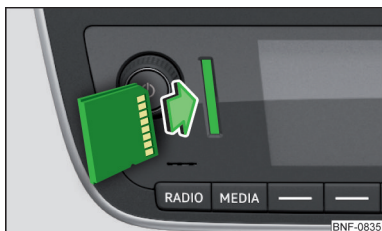

Fig. 107
- ▶ **Inserire** la scheda SD nell'alloggiamento in direzione della freccia, con l'angolo smussato verso l'alto, finché non si "innesca" » fig. 107.